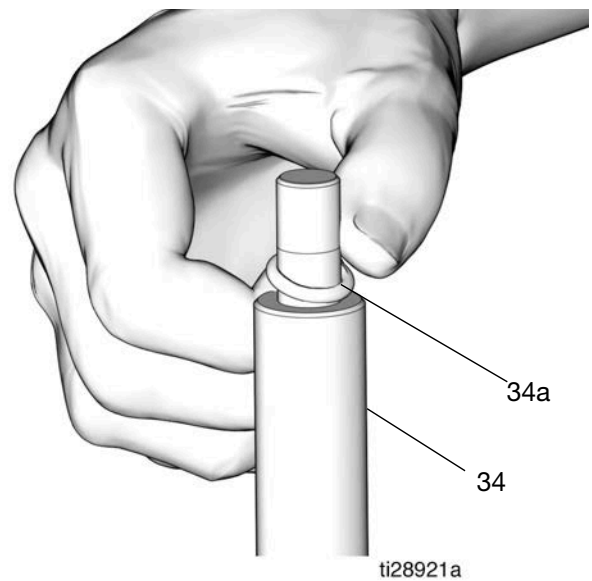

FIG. 24
- 21. Utilisez un extracteur de joint torique pour retirer le joint torique (34a) de la tige de piston (34) (FIG. 24).